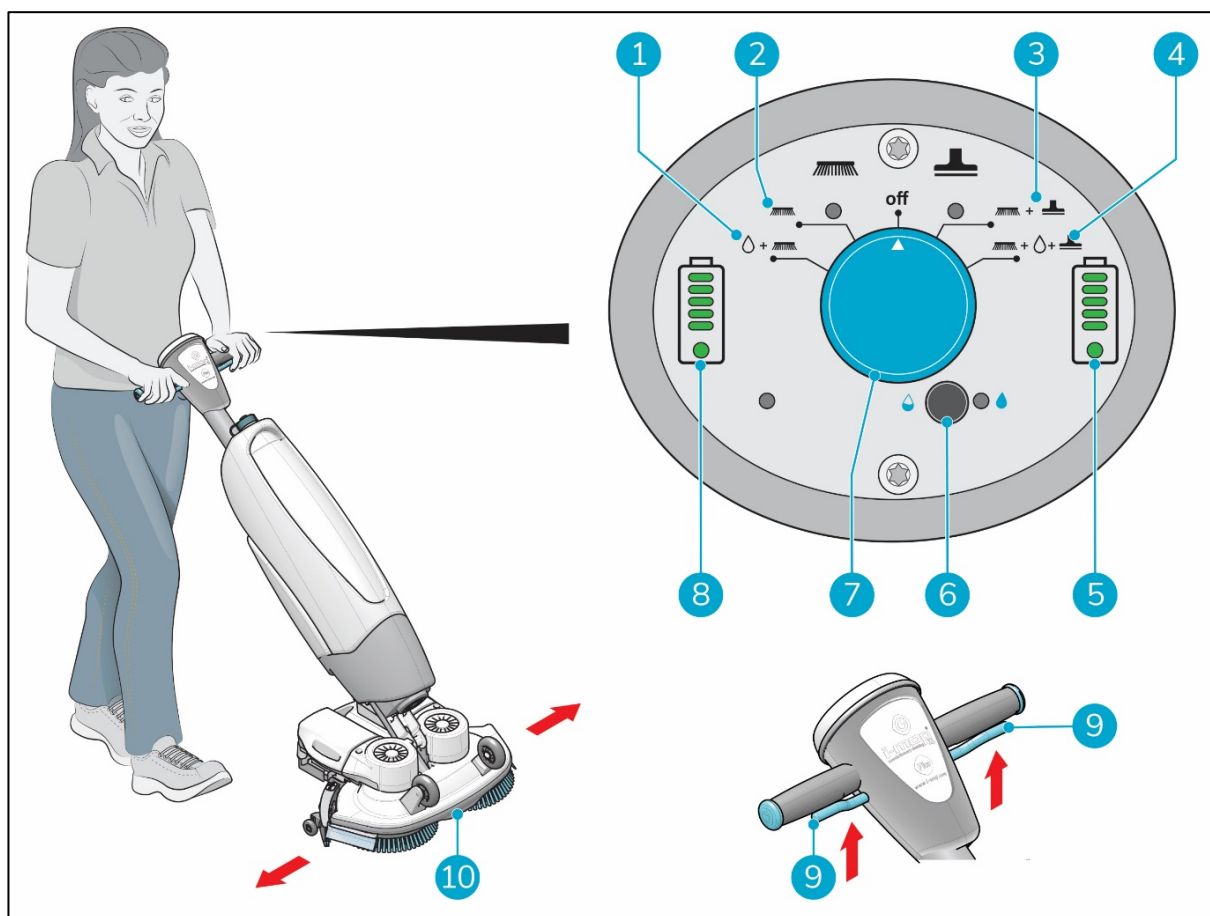

Figure 17
5. Choisissez votre mode de nettoyage via l'interrupteur principal (Figure 17, pos 7). Cela activera également l'i-mop XXL basic.
- MODE 1 : brosse + eau/solution de nettoyage (Figure 17, pos 1).
- MODE 2 : brosse uniquement (Figure 17, pos 2).
- MODE 3 : brosse + aspiration (Figure 17, pos 3).
- MODE 4 : brosse + eau/solution de nettoyage + aspiration (Figure 17, pos 4).
7. Appuyez sur la gâchette de la poignée (Figure 17, pos 9).
10. Dirigez en tournant doucement la poignée vers la gauche ou la droite pour déplacer la plateforme de récurage (Figure 17, pos 10).
11. Relâchez la gâchette (Figure 17, pos 9) pour arrêter immédiatement l'i-mop XXL basic. Le moteur d'aspiration s'arrête après 3 secondes.